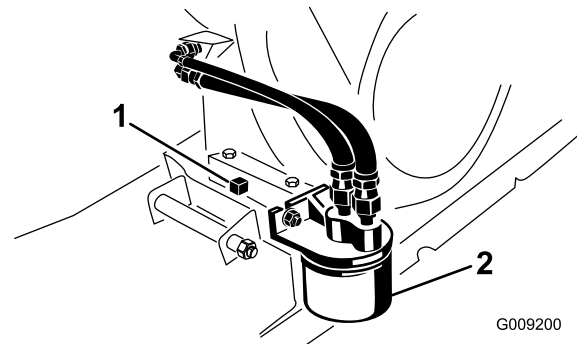

図 29
5. ドレンプラグ（図 29）を外してオイルを容器に受ける。オイルが抜けたらドレンプラグを取り付ける。
2. オイルフィルタ（図 29）を外す。